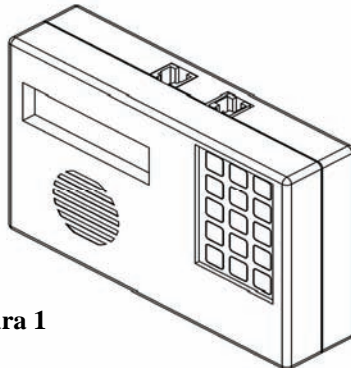

Figura 1
2. Hay dos cables ubicados en la parte superior del marcador automático. Hay un cable de dos hilos rotulado **TEL LINE** (línea telefónica) y un cable de cuatro hilos para la alimentación y la alarma. Vea la Figura 1. El cable de dos hilos ya está conectado al enchufe del marcador automático en un extremo. El otro extremo debe conectarse a una toma telefónica.